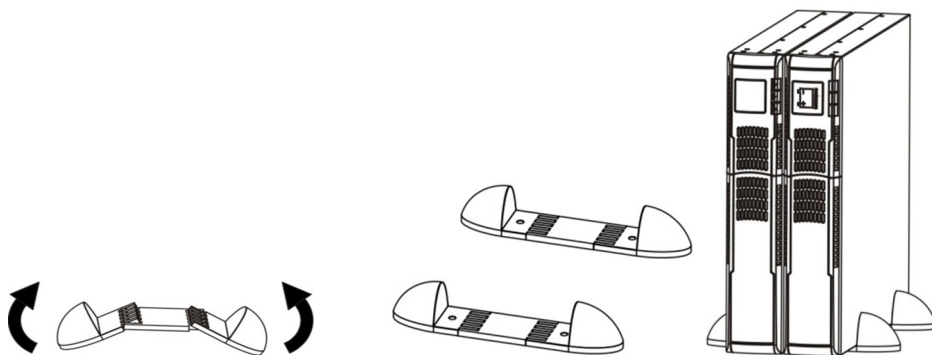

Рисунок 9 – Порядок установки ИБП совместно с БМ в вертикальное напольное (настольное) положение
7.1.5 Установку ИБП совместно с БМ в вертикальное положение следует производить аналогично п.7.1.4 при помощи кронштейнов для вертикальной установки и длинных вставок кронштейнов из комплекта поставки батарейного модуля (см. рисунок 9).